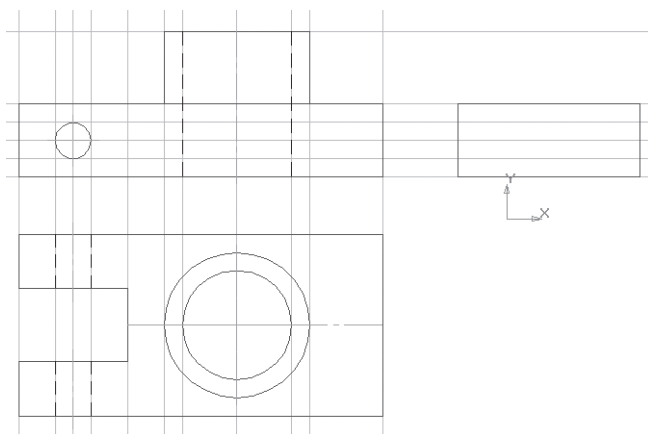

Рис. 300
- с помощью  – **Прямоугольника** постройте основание детали на виде слева (высота 20 мм, ширина 50 мм) **Без осей**, расположив с правой стороны от главного вида. Построение начинайте снизу вверх (рис. 300);